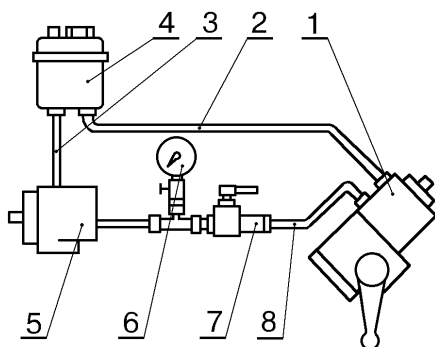

Рис.12. Схема проверки работоспособности рулевого механизма:
5.4.2 Присоединить к картеру рулевого механизма и к шлангу высокого давления манометр с пределом измерений 0...15 МПа (0...150 кгс/см2) и кран, как показано на схеме, рис.12 (ключ гаечный кольцевой 19).